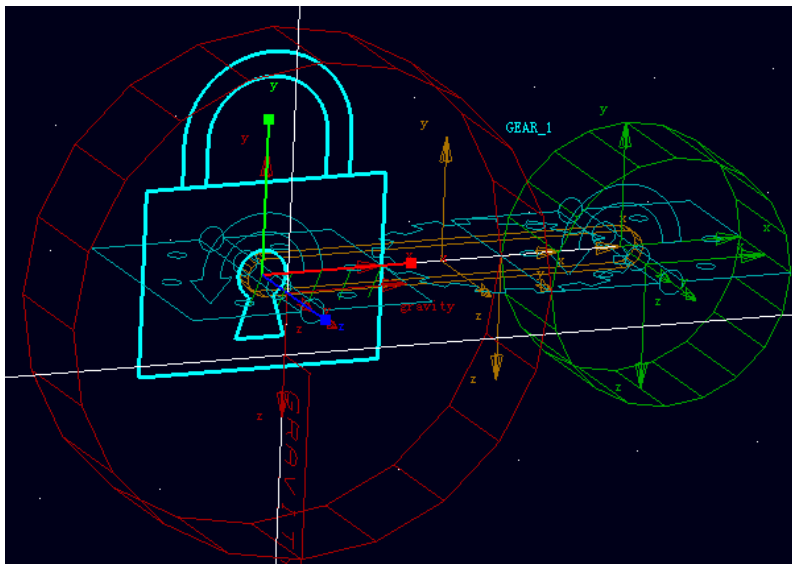

图 4-11 施加在固定齿轮上的固定副
4.7 选择 **ADAMS/View** 约束库中的固定副(**Fixed**)图标,参数选择 **2 Bod-1 Loc** 和 **Normal To Grid**。在 **ADAMS/View** 工作窗口中先用鼠标左键选择固定齿轮 (**PART_2**), 然后选择机架 (**ground**), 接着选择齿轮上的 **PART_2.cm**(或者 **PART_2.MARKER_1**), 如图 4-11 所示。图中显亮的部分就是所创建的固定副 (**JOINT_4**)。